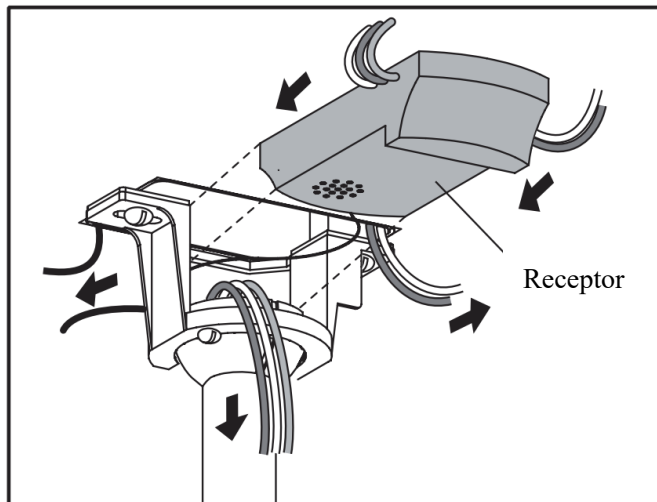

Fig. 13
11. Inserte el receptor remoto con cuidado sobre la bola de colgado en el espacio sobrante del soporte de montaje. Tome precauciones para no dañar o aflojar ninguno de los cables. (Fig. 13)